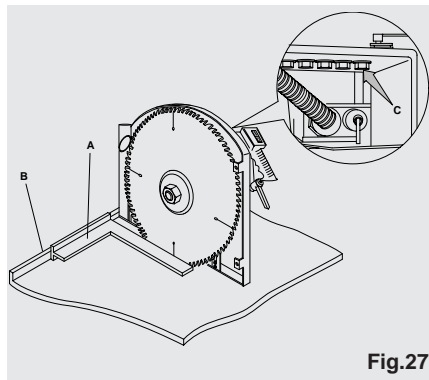

Fig.27
de snede lelijk gezaagd en/of verbrand is, dan heeft men te maken met een verkeerde stand van het zaagblad. Om dit probleem te verhelpen zet men een winkelhaak op de aanslag (B) zoals aangegeven in afbeelding 27.